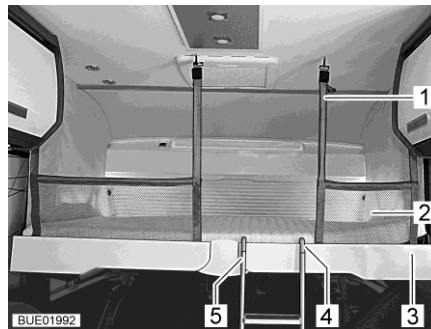

Fig. 140 Lit escamotable avec filet de sécurité tendu
Quand il y a un filet de sécurité (Fig. 140,2), ce dernier se trouve sous le matelas du lit escamotable avec les sangles de sécurité. Ne tendre le filet de sécurité qu'une fois que les personnes se trouvent dans le lit escamotable.
- Suspendre les sangles de sécurité (Fig. 140,1) aux crochets situés au plafond.